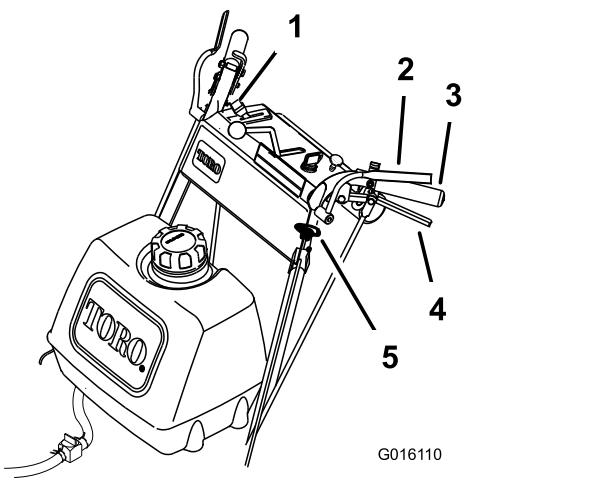

Bild 12
1. Drücken Sie zum Einkuppeln der Schnittmesser die Hebel der elektronischen Sicherheit gegen die Handgriffe (Bild 12).
- Drücken Sie das Zapfwellenantriebshandrad nach unten in die Aus-Stellung (Bild 12).
- Wenn Sie die Hebel der elektronischen Sicherheit loslassen, wird der Motor abgestellt und die Messer werden bei eingekuppeltem Zapfwellenantrieb gestoppt (Bild 12).